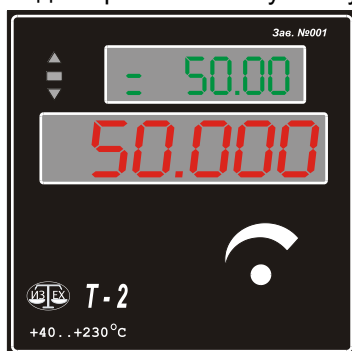

Рис. 1.
7.1. После подачи питания на дисплее регулятора появится начальная заставка «[C]'02». Через 2-3 секунды в нижней (основной) строке дисплея появится текущая температура термостата, в верхней (вспомогательной) строке – уставка (заданная температура). Рис. 1.